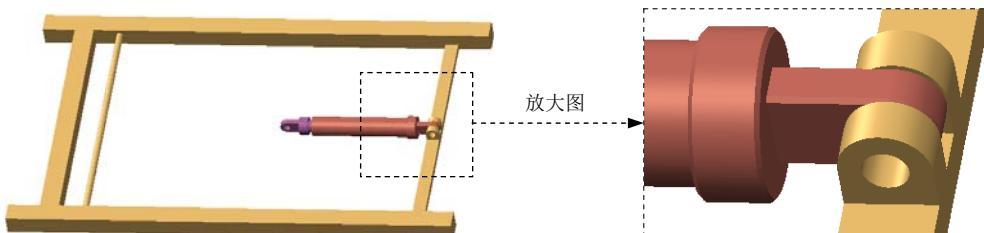

图 3.17.11 完成刚性 (Rigid) 连接
Step5. 单击操控板中的 按钮，完成刚性连接的创建，如图 3.17.11 所示。